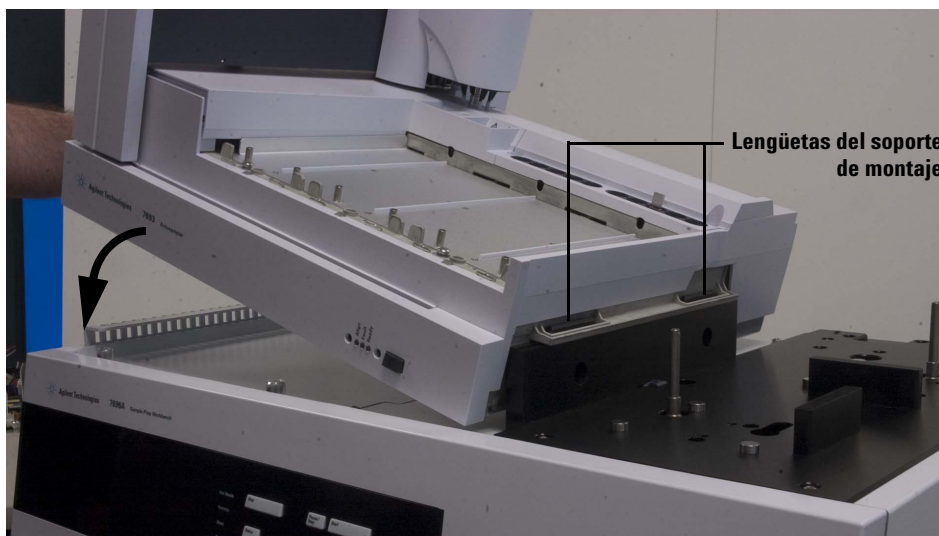

Figura 12 Instalación de la bandeja de muestras en la estructura principal
- 1 Con ambas manos, baje con cuidado la bandeja de muestras en la base de la estructura principal. Alinee las lengüetas del soporte de montaje de la bandeja de muestras con el soporte de montaje de la estructura principal (Figura 12). Baje la bandeja de muestras en ángulo para que la lengüeta inferior del soporte se inserte en el orificio del soporte de montaje de la estructura principal. Asegúrese de que las lengüetas del soporte de montaje de la bandeja de muestras estén alineadas con el soporte de montaje de la estructura principal.